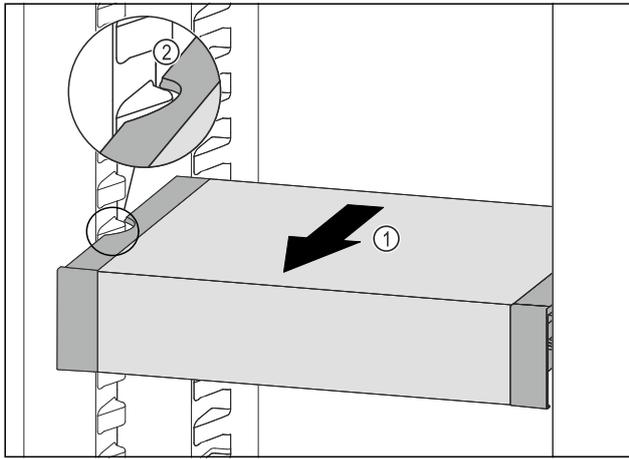

Fig. 140
- ▶ VarioSafe nach vorne ziehen Fig. 140 (1), bis sich die seitlichen Aussparungen des VarioSafes auf Höhe der Behälterrippe im Kühlteil befinden. Fig. 140 (2)